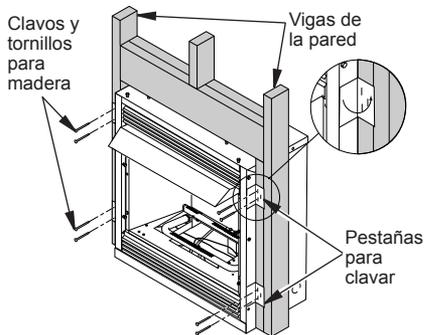

Figura 10 - Fijación de la chimenea a las vigas de la pared
- Doble cuatro pestañas del gabinete exterior con unas pinzas (consulte la figura 10).